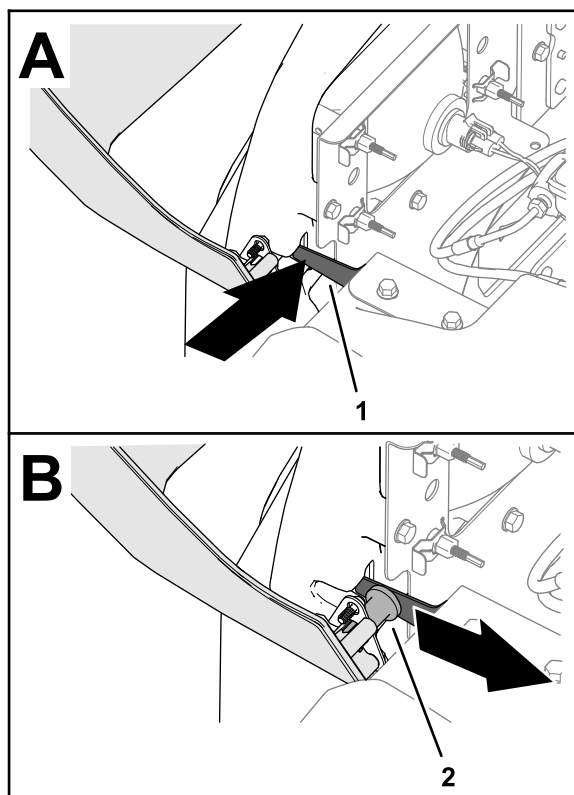

Figura 41
3. Supportando il cofano, spingete verso l'interno il fermo orientabile e spostate il cofano all'indietro fino a quando il perno con testa del cofano non supera il fermo (Figura 41).